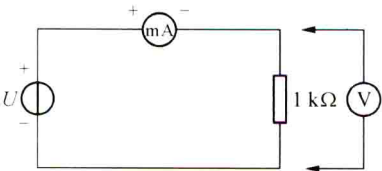

图 1-1 电阻伏安特性测试接线图
- (5) 按图 1-1 接线,调节直流稳压电源的输出电压 U ,从 0 V 开始缓慢地增加,一直到 10 V,在表 1-2 中记下相应的电压表和电流表的读数。